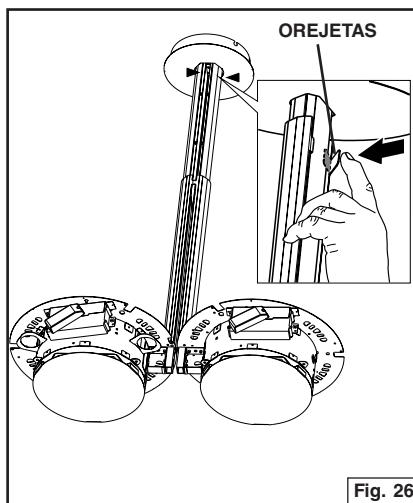

Fig. 26
- Doble las dos orejetas en la cubierta del brazo inferior sobre la cubierta del brazo superior. Repita para la otra cubierta. Fig. 26.